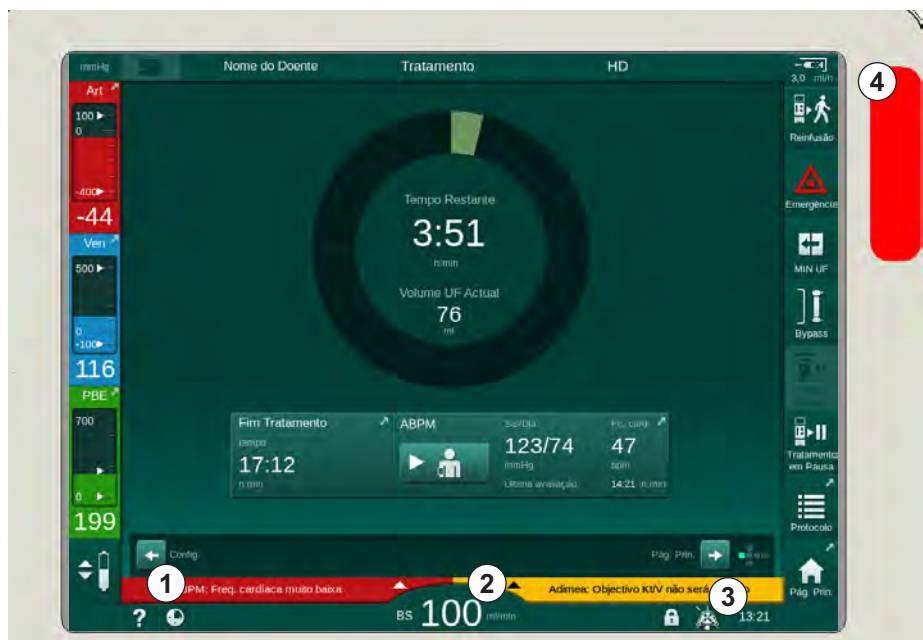

Fig. 12-1 Alarme e campos de alarme e indicador luminoso
O campo do alarme (Fig. 12-1, ①) do lado esquerdo apresenta alarmes de segurança relevantes a **vermelho**. Alarmes pouco relevantes para a segurança são exibidos a **amarelo**.
- ↳ O sinal sonoro é desligado e o símbolo do *Alarme Sonoro em Pausa* (Fig. 12-1, ③) é exibido.
- ↪ O sinal sonoro é desligado e o símbolo do *Alarme Sonoro em Pausa* (Fig. 12-1, ③) é exibido.